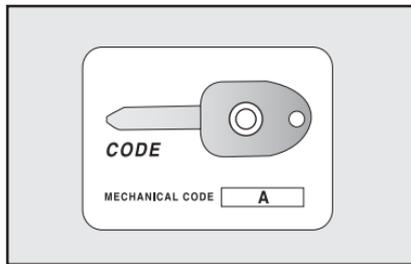

fig. 2
Com o conjunto de chaves é entregue o **CODE CARD fig. 2** no qual é indicado:
**A-fig. 2** - O código mecânico das chaves a comunicar à **Rede Assistencial Fiat** para pedir cópias das chaves.